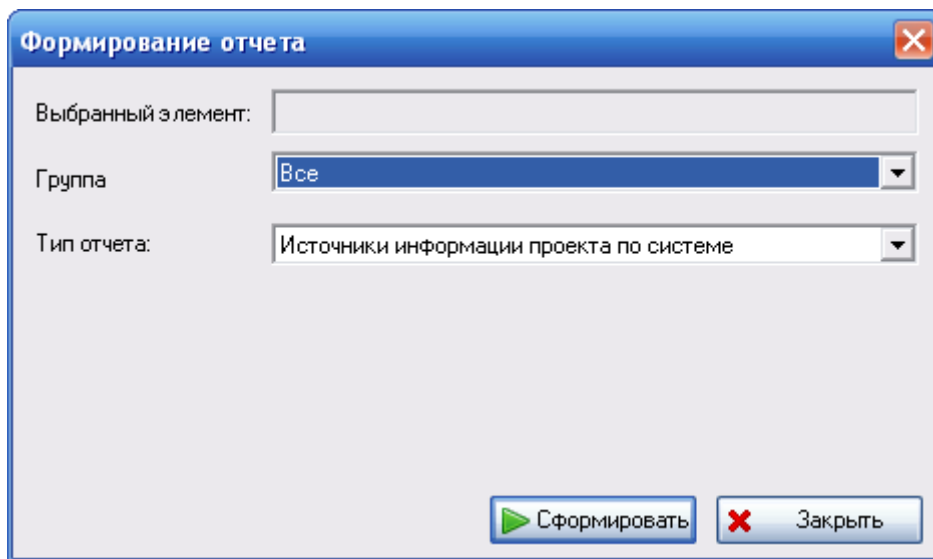

Рис. 12-8
2. В появившемся окне **Формирование отчета** в поле **Группа** выберите группу отчетов «Все». При этом поле **Тип отчета** по умолчанию заполнится значением «Источники информации проекта по системе» (рис. 12-8).